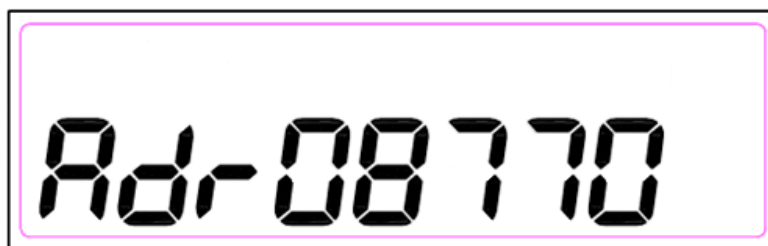

Рисунок 13 – Отображение сетевого адреса прибора
**2.3.12** Сетевой адрес прибора – пятизначное число (рисунок 13). Используется при дистанционной связи со счетчиком через оптопорт или по радиоканалу.